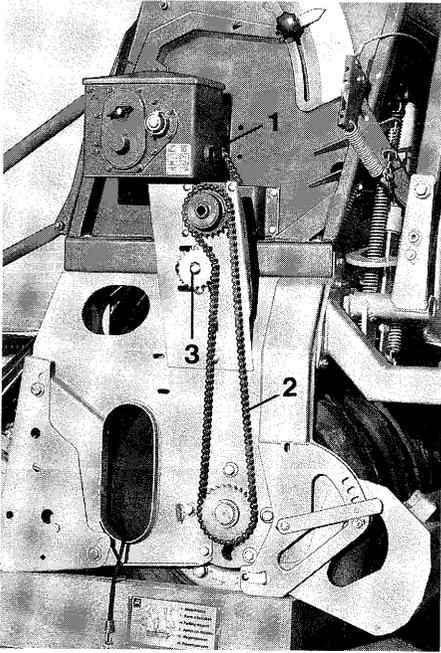
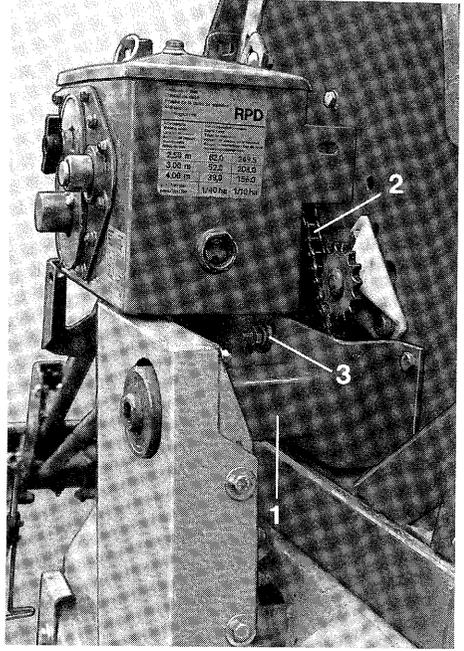

Fig. 100
Fig. 101
Contrôler le niveau d'huile à l'aide du voyant de niveau (fig. 100/1). Il n'est pas nécessaire de procéder à la vidange. Pour compléter d'huile le boîtier, il faut dévisser d'abord le couvercle du boîtier et verser l'huile de type hydraulique WTL 16,5 CST/50° C ou de l'huile moteur SAE 10 W. La dose = 1,8 litre
L'entraînement des organes de distribution du semoir s'effectue par le rouleau à pneumatiques et 2 chaînes de transmission à rouleaux (fig. 100/2 ; fig. 101/2) qui sont reliées par un entraînement intermédiaire. Les chaînes à rouleaux sont maintenues en tension par deux tendeurs.
a) Pour retendre la chaîne à rouleaux longue, desserrer deux écrous 6 pans placés derrière la protection de chaîne, appuyer vers l'avant sur l'arbre du pignon de chaîne (fig. 100/3) et resserrer à bloc.
b) Pour retendre la chaîne à rouleaux courte, desserrer un écrou 6 pans (fig.101/3), repousser vers l'avant l'arbre du pignon de chaîne et resserrer à bloc.